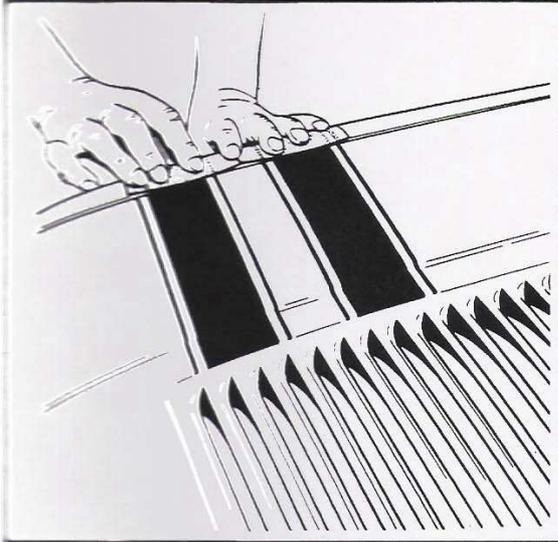

Fig. 7
- Placer l'extrémité supérieure de motif d'aile en butée sur le bord du capot et en concordance avec les bandes du motif latéral (fig. 7).